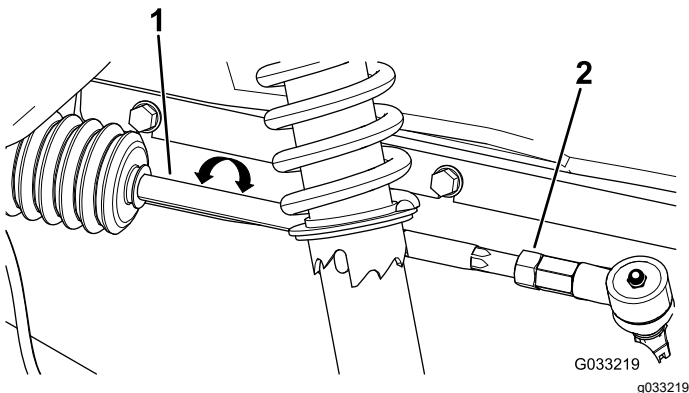

Figura 51
2. Si la distancia no es de 0 mm – 6 mm (0 – ¼"), afloje las contratuercas en el extremo exterior de las bielas (**Figura 51**).